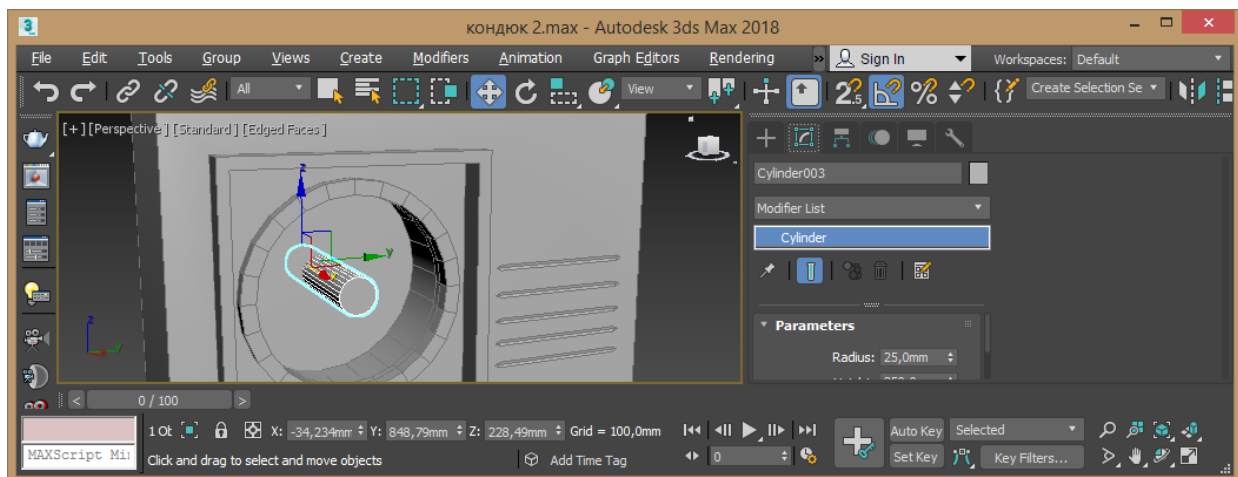

Рис. 3.11 – Створення циліндру
10. Створіть ще одну копію циліндра за віссю X, змініть діаметр на 25 мм, та встановіть його у центр отвору (рис. 3.11).